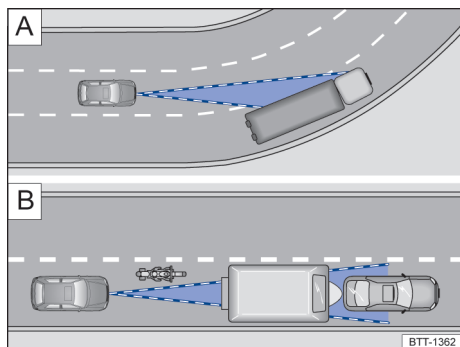

Fig. 129 [A] Trecho em curva. [B] Veículos fora do raio de ação do sensor de radar.
O sensor de radar mede sempre em linha reta. Por isto, em curvas acentuadas pode ser que detecte veículos incorretamente ou que não detecte veículos que estejam adiante → Fig. 129 [A].
- Em caso de veículos que estão fora da área do sensor a pouca distância de seu veículo, por exemplo, motocicletas → Fig. 129 [B].